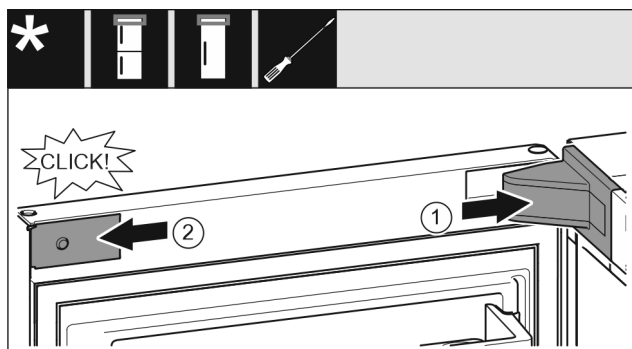

Fig. 25
- ▶ 放上并插入托架盖 Fig. 25 (1)，如有必要小心地按压分开。
- ▶ 将隔板 Fig. 25 (2)放置到侧面并插入。